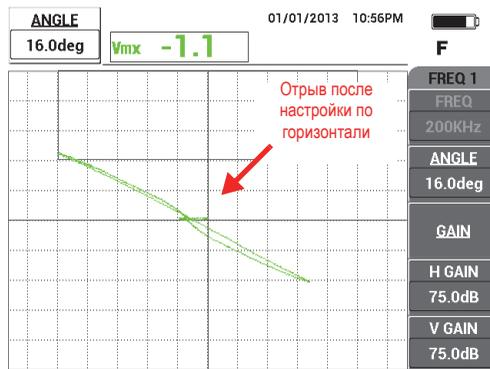

Рис. 5-57 Настройка сигнала по горизонтали
6. Нажмите клавишу ANGLE (), с помощью ручки регулятора настройте угол сигнала так, чтобы сигнал отрыва (движение датчика) был максимально горизонтальным (см. Рис. 5-57 на стр. 180).